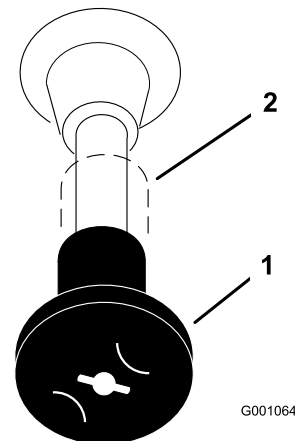

Figura 11
4. Si el motor está frío, mueva el control del estárter a la posición de arranque antes de arrancarlo (Figura 11).
- Después de que el motor arranque, abra el estérter (Figura 11). Si el motor se cala o funciona irregularmente, vuelva a colocar el estérter en Cerrado durante unos segundos, luego mueva la palanca del acelerador al ajuste deseado. Repita este procedimiento tantas veces como sea necesario.